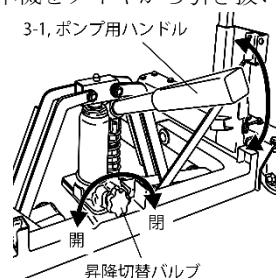

図 5
- ① 車両をジャッキアップし、安定性の良い、適切な**保持台（ジャッキスタンド）**に車両を載せてください。
- ② 昇降切替バルブを反時計回転方向に回してバルブを開き、18, ローラーを最低位まで下げてください（図5、6参照）。
- ③ 昇降切替バルブを時計回転方向に止まるまで回してバルブを閉じてください（図5参照）。
- ⑤ 3-1, ポンプ用ハンドルを上下させて、18, ローラー（タイヤ）を少し上昇させて、本機をゆっくりと後ろに下げ、ホーシングからタイヤ（ホイール）を抜き取ってください（図5、6参照）。
- ⑥ タイヤを抜き取った後、18, ローラーの上にタイヤを保持する場合は、左右の2, チューブに付属の35, ベルトのフックを掛け、アジャスターで長さを調整してタイヤを本機に押さえ付け、タイヤが転倒しない様にしてください。
- ⑦ タイヤ（18, ローラー）を降ろす場合は、**昇降切替バルブを反時計回転方向にゆっくりと回してください**。勢い良く昇降切替バルブを回すと、タイヤ（18, ローラー）が急激に落下します。必ずゆっくりと回してください（図5参照）。
- ⑧ ホーシングにタイヤ（ホイール）を挿入する場合は、35, ベルトを取り外して、ホイールの中央の穴とトラックのホーシングを合わせて、本機をトラック側に押し込んで、タイヤ（ホイール）を挿入してください。**18, ローラー部分はペアリングローラーを採用し、360°回転します**。ホイールボルトの位置合わせや、センター出しが容易に出来ます。
- ⑨ タイヤ（ホイール）をホーシングに挿入した後、昇降切替バルブを反時計回転方向に回してバルブを開き、18, ローラーを最低位まで下げて、本機をタイヤから引き抜いてください。